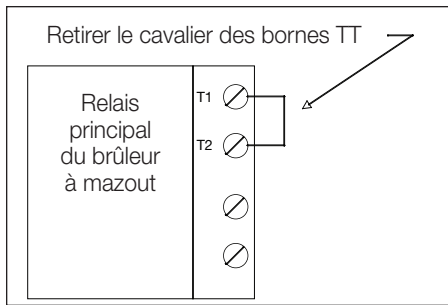

Figure 7
2. Retirer le cavalier des bornes TT du relais du brûleur à mazout illustré à la Figure 7.